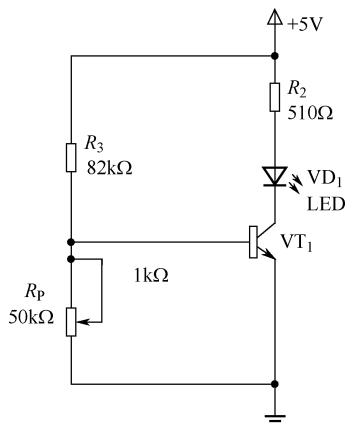
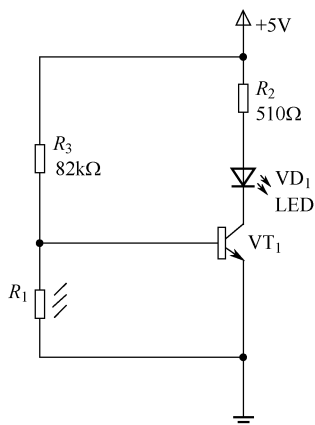

图 4-6 LED 的亮灭控制
图 4-7 光敏电阻
2. 思考：图 4-6 中可以通过调节元件\_\_\_\_\_来控制 LED 的亮灭。
3. 分析：将图 4-6 的  $R_p$  电位器换成光敏电阻，如图 4-7 所示，并将电路放于有光和无光两种环境下，应该呈现的现象是：\_\_\_\_\_。